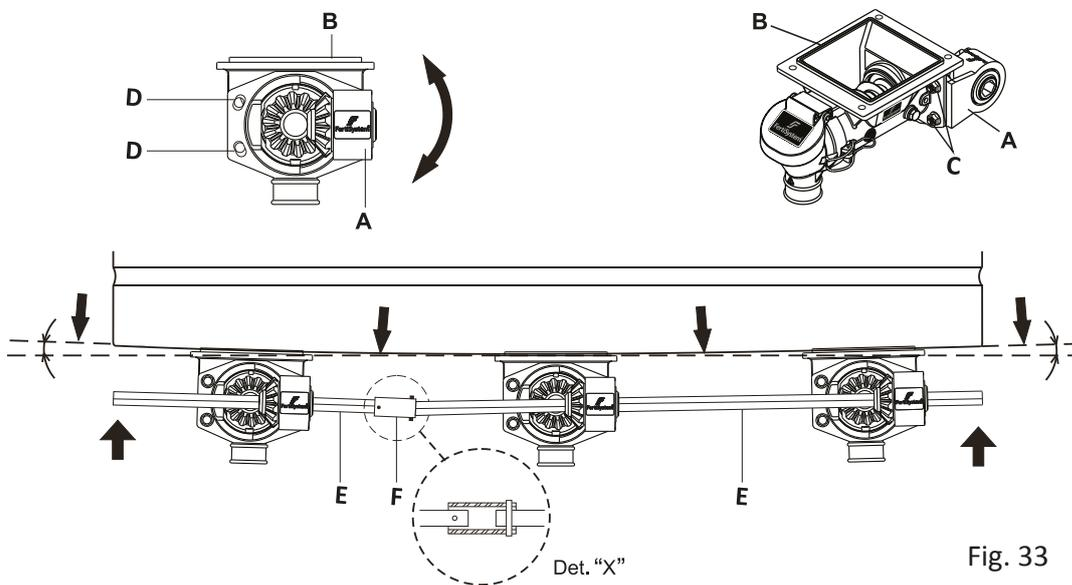

Fig. 33
Com o objetivo de atenuar possíveis variações e evitar o desalinhamento do(s) eixo(s) de transmissão das semeadoras/plantadoras, através da montagem do dosador FertiSystem (no fundo dos reservatórios de fertilizantes/chassi), os quais, após serem montados de forma incorreta (forçada), poderão danificar e/ou causar desgaste excessivo do pinhão acionador, corpo principal e ainda comprometer a funcionalidade do sistema. Dessa forma, recomendamos o ajuste do mancal (A), através do giro sob o corpo principal (B), afrouxando os 4 parafusos (C) por meio dos furos oblongos (D) os quais permitirão a montagem do eixo de transmissão (E), evitando a montagem forçada dos mesmos e o torque excessivo do sistema de transmissão. Se o desalinhamento do eixo for acentuado, deve ser utilizado luvas (F) para compensar e absorver o acoplamento e alinhar os dosadores em pares, conforme fig. 33 e 34 abaixo. As referidas luvas (F), deverão ser fixadas com pinos de forma inversa, em sistema de cruzeta, articulando em três planos, conf. detalhe "X". Após a montagem de todos os conjuntos FertiSystem nas semeadoras / plantadoras, o(s) eixo(s) de transmissão (E) deverão girar livremente e de forma manual.